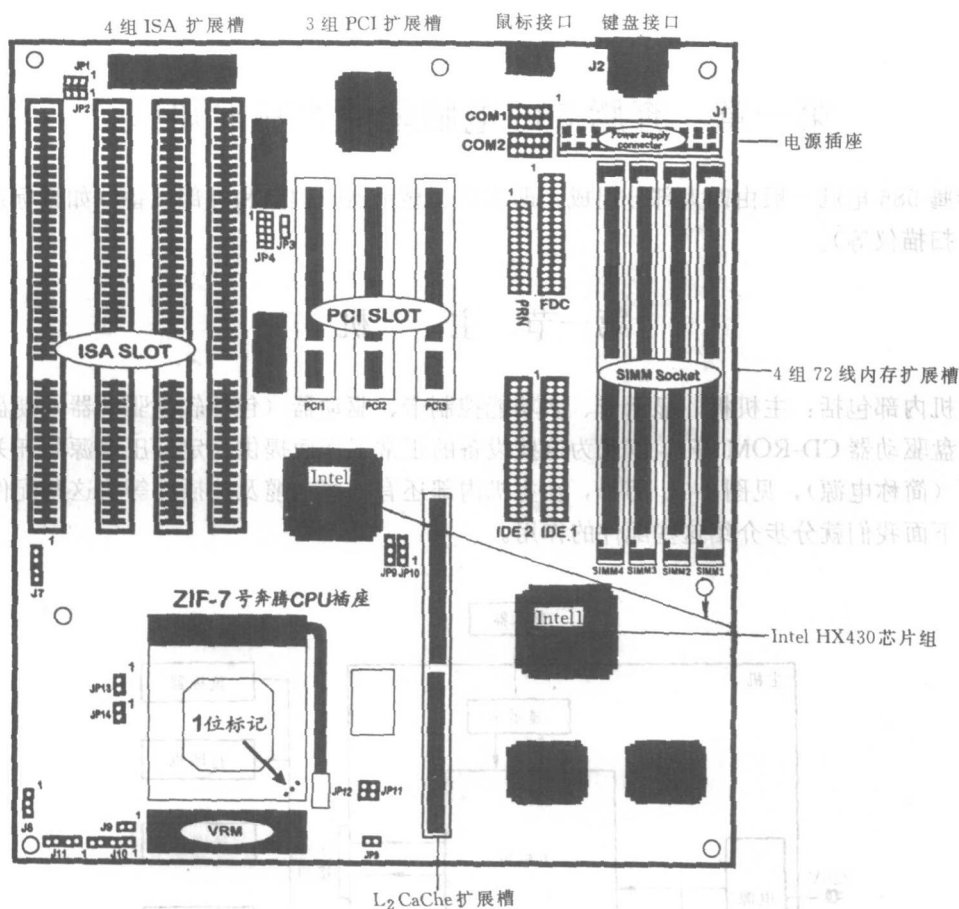

图 1-2 主机板结构
在上述那些组成主机的各配件中主机板是心脏部件。其性能好坏直接影响到电脑的工作速度和效率，结构见图 1-2。
从图 1-2 中我们看到，在主机板上有二片四面都有引出脚的体积比较大的集成电路，这就是超大规模门阵列芯片，也就是 586 电脑上所说的套片。
(1) BIOS 的概念 BIOS 是英文“Basic Input Output System”的字头缩写, 即基本输入输出系统的意思。在电脑主板上 (见图 1-2), 它是一片集成电路。实际是 PROM、EPROM 或 EEPROM 集成电路芯片中的一段电脑程序的简称。
2) 内存的发展。从图 1-2 中我们可以看到在主机板上有四个内存扩展插槽。这种插槽也叫锁式内存条扩展插槽。它的作用就是使内存条可以方便的插入和拔出，以便于组装电脑时根据不同的需要进行内存容量的选配。